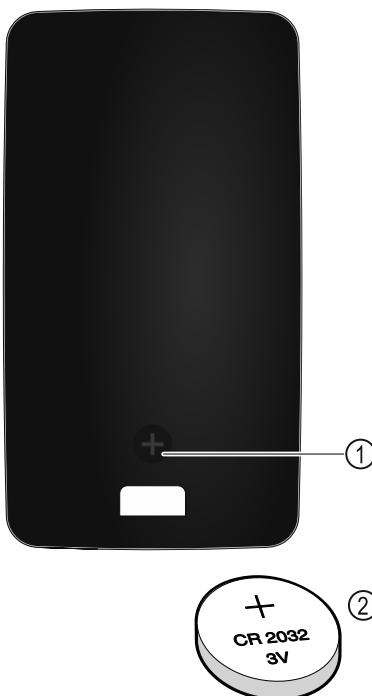

Fig. 230
Η τροφοδοσία ρεύματος του τηλεχειριστηρίου πραγματοποιείται από μια μπαταρία του τύπου CR 2032 με 3V Fig. 230 (2), η οποία είναι διαθέσιμο στο εμπόριο.
- ▶ Ξεβιδώστε τη βίδα Fig. 230 (1) στην πίσω πλευρά του τηλεχειριστηρίου.